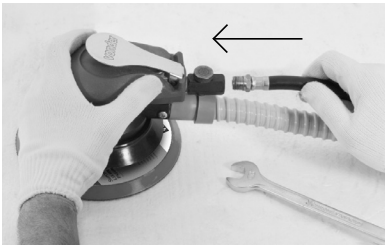

Fig. 6 – Montaje de la alimentación de aire en la lijadora
- Conecte la manguera de aire en la herramienta. Utilice presión de 90 lbf/pulg² - 6,33 kgf/cm² (Fig. 6);